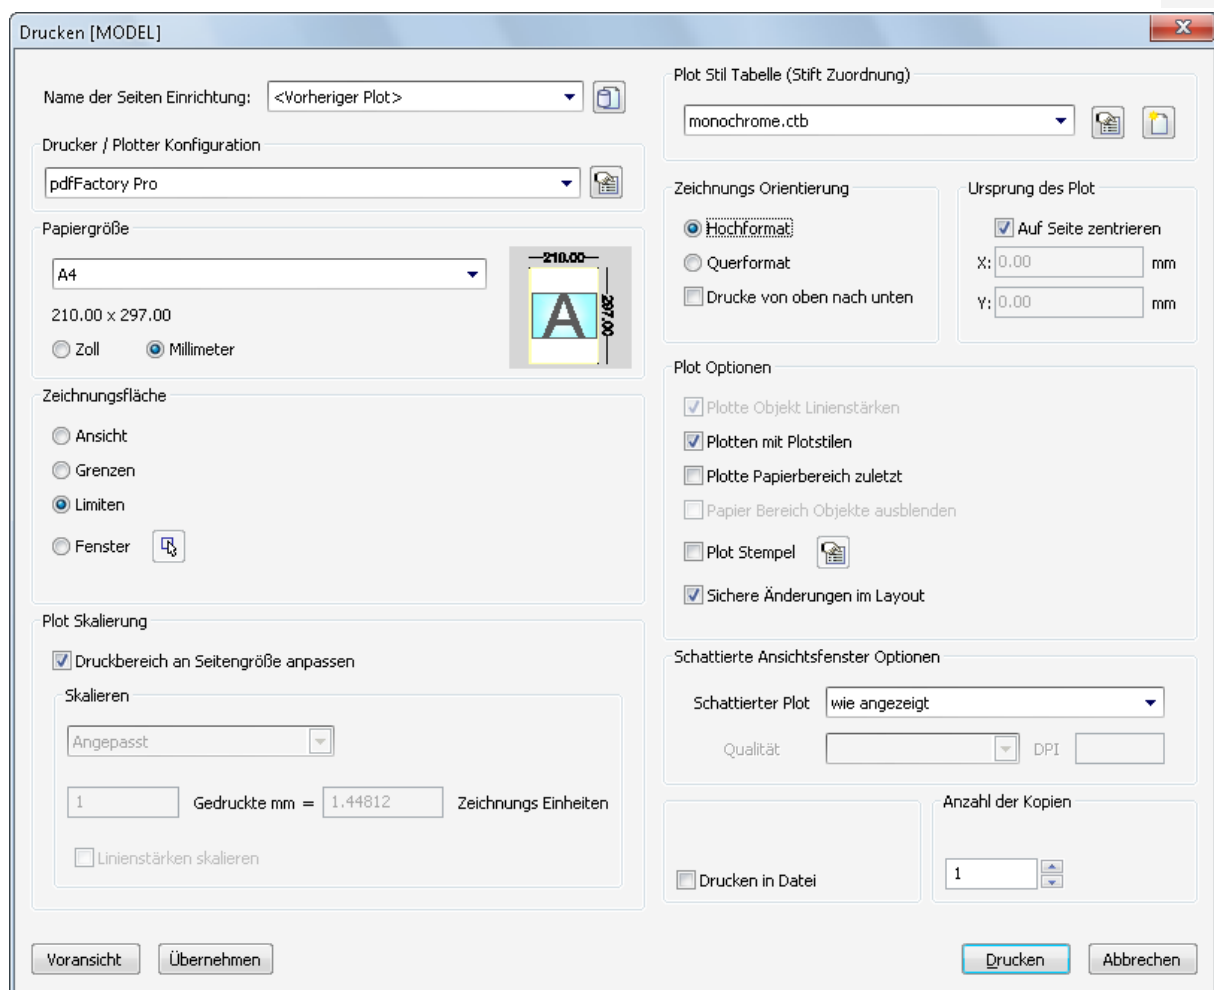

Bild 1.1 – Vorher: Druckerkonfiguration für TRIC DB
- Rufen Sie im Menü *Datei, Drucken* auf. Die BricsCAD-Druckerkonfiguration wird geöffnet (Abb. 1.1).